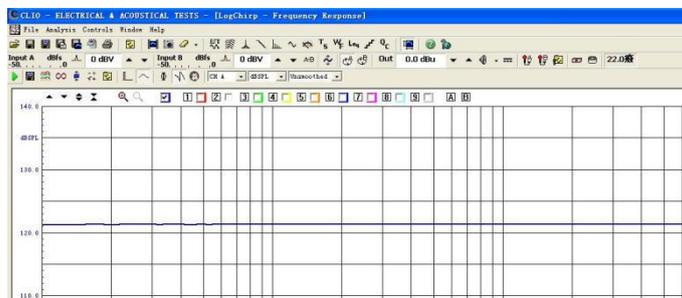

图 3-29
- 1) A通道检验: 选择  以及通道CHA, 单位选择dBV, 点击 , 按下MLS  界面的  显示如图3-29, 直线即表示校正检验OK。